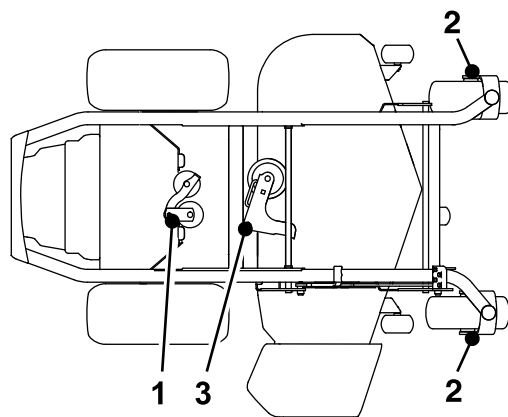

Figura 38
3. Engrase la carcasa de corte y el pivote de la polea tensora de la bomba con 1 o 2 bombas de grasa (Figura 38).
4. Para máquinas Serie 1500 y 2000, engrase los ejes de las ruedas delanteras (Figura 38).